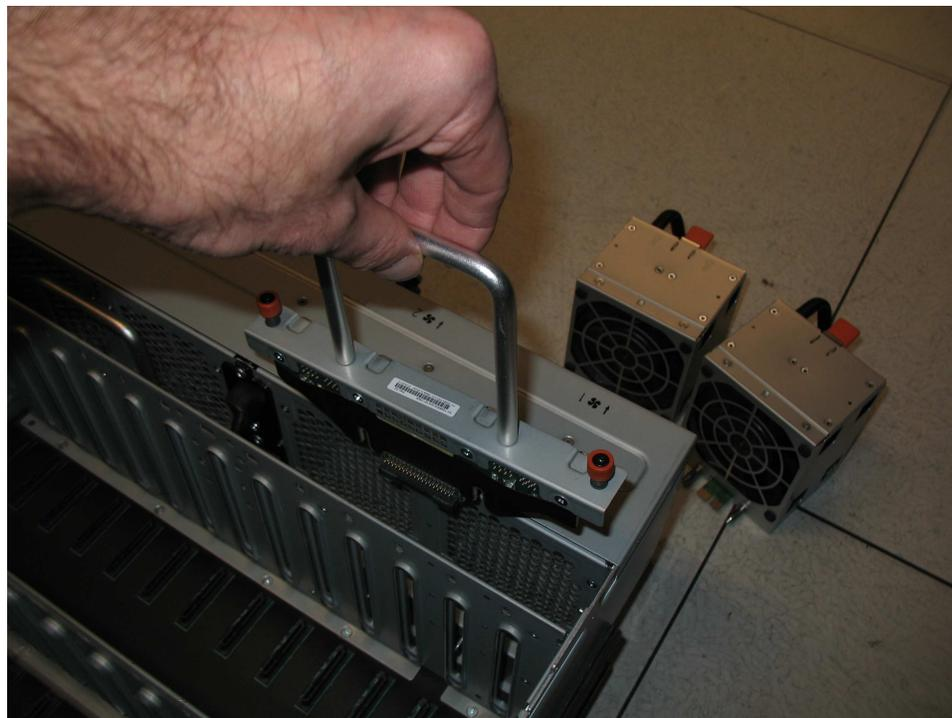

図 135. シャーシへの新規 FIB の装着
2. 図 135 に示すように、新しい FIB を拡張エンクロージャのシャーシに慎重に差し込みます。